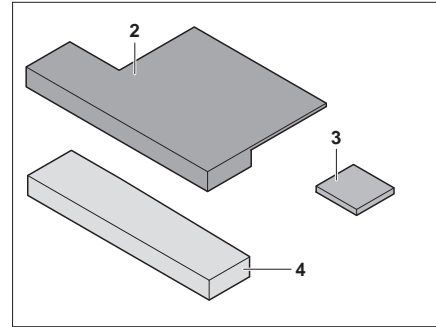

Bild 155 Zusatzpolster
- Sitzkeil (Bild 155,3) an Zusatzpolster (Bild 155,2) anbringen (mit Klettverschluss).